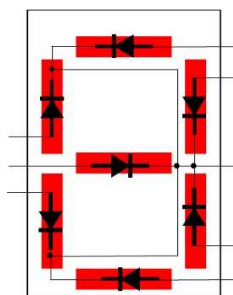

Figura 1 – O schemă posibilă a unui afișaj pe 7-segmente de tip catod comun.
**2.1.** Afișajele pe 7 segmente (SSD – Seven Segment Display) folosite la ceasurile digitale, la multimetre, calculatoare și alte dispozitive care nu necesită o afișare complexă, au la bază o structură de diode precum cea din Figura 1. Se observă că toate LED-urile afișajului din figura de mai jos au catodul cuplat la o ieșire comună. În afara de afișaje de tip catod comun, există și afișaje cu anodul comun.